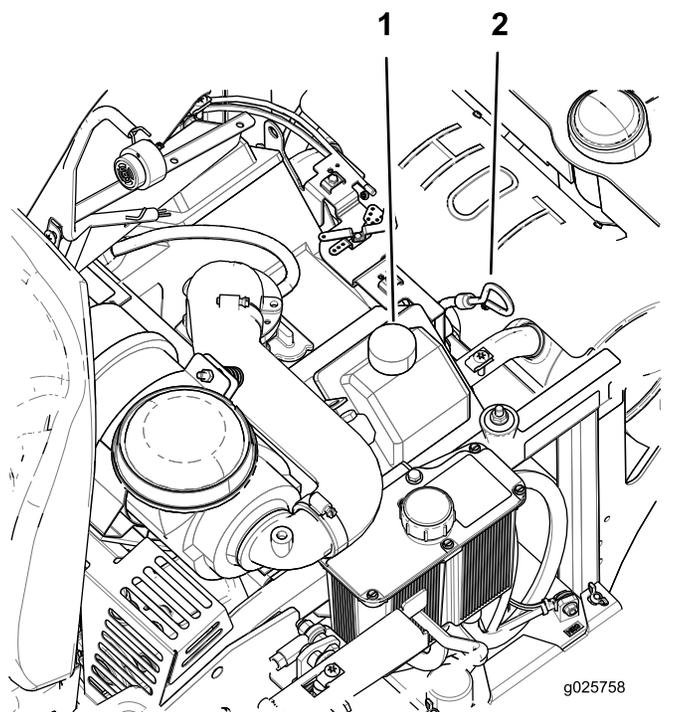

Рисунок 40
4. Чтобы не допустить попадание грязи, скошенной травы и т.п. в двигатель, очистите поверхность вокруг крышки маслозаливной горловины и масломерного щупа, прежде чем снимать их (Рисунок 40).
снимите крышку и долейте масло, чтобы довести его уровень до отметки **полный** на щупе (Рисунок 40).
5. Медленно залейте приблизительно 80% масла указанного типа в заливную горловину и затем медленно добавляйте масло, чтобы довести его уровень до отметки **полный** на щупе (Рисунок 40).
6. Запустите двигатель и передвиньте машину на ровную поверхность. Проверьте уровень масла снова (Рисунок 40).